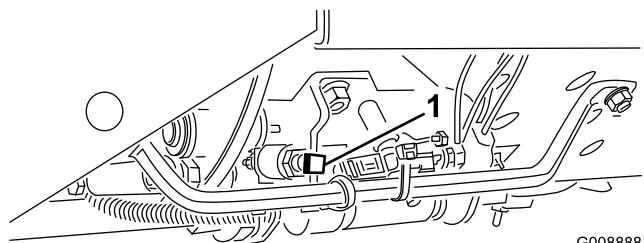

Bild 31
**Wichtig:** Die Mähgeschwindigkeit wird im Werk auf 9,7 km/h eingestellt. Diese Geschwindigkeit können Sie durch das Einstellen der Geschwindigkeits-Anschlagschraube verstehen (Bild 31).